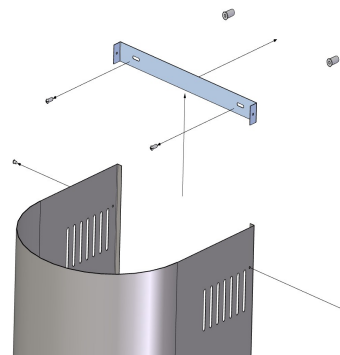

Рис. 8
- Выдвиньте внутреннюю трубу (3) на нужную высоту.
- Отметьте на стене расположение отверстий, находящихся во внутренней маскирующей трубе (3), для правильного позиционирования кронштейна (4).
- Приложите кронштейн (4) на выбранной высоте и отметьте отверстия.
- Сделайте отверстия в стене с помощью сверла, соответствующего диаметром прилагаемым дюбелям (6). Прикрепите кронштейн (4) на выбранной высоте.
- Вытяните внутренний маскирующий экран (3) и соедините винтами (7) с кронштейном (4) (рис. 4 и рис. 8).